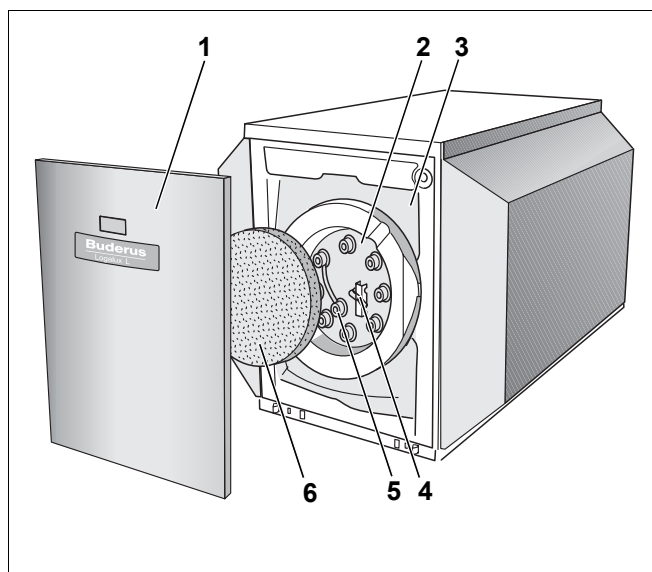

Рис. 1 Бак-водонагреватель Logalux L135 – L200
Коррозионная защита состоит из гигиенической термоглазури DUOCLEAN MKT и дополнительно из катодной защиты в виде магниевого анода (рис. 1, **поз. 5**), доступной через крышку люка (рис. 1, **поз. 2**).
- Крышка люка (рис. 1, **поз. 2**) для проведения техобслуживания и чистки.
- Теплоизоляция (рис. 1, **поз. 3**)
Теплоизоляция из не содержащего вредных веществ полиуретанового пенопласта нанесена непосредственно на бак. Теплоизоляционный элемент (рис. 1, **поз. 6**) из пеноматериала уменьшает теплопотери через крышку люка.
- Накладной температурный датчик (рис. 1, **поз. 4**)